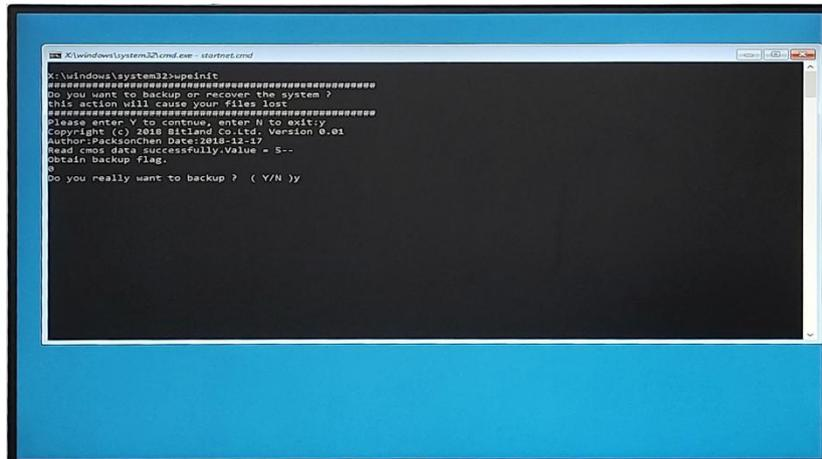
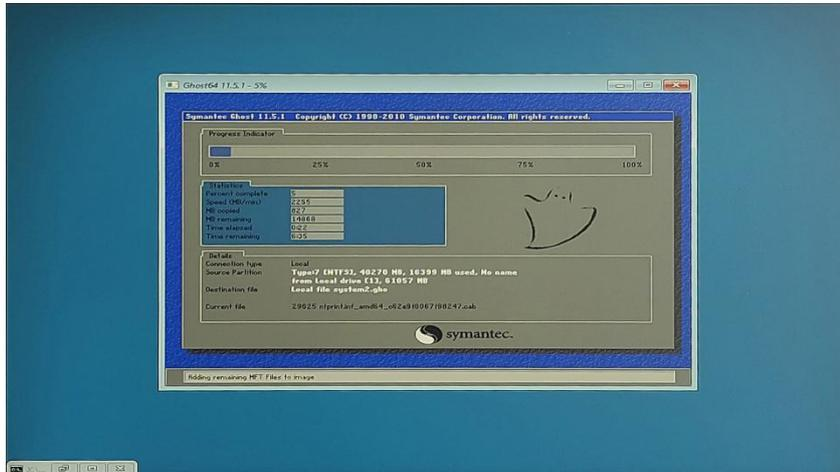

图 1 操作界面
图 3 系统备份界面
(1) 检查工作：① 由于备份及还原操作过程中机器均不能外接存储设备，在操作之前务必先检查确认 USB 接口未连接外部存储设备，如 U 盘等，否则备份还原会出现错误；② 保证硬盘内存容量大小不小于 64G；
(2) 按电源键开机或上电开机后，连续点击键盘上的 F3 键，就能进入备份操作界面（如图 1 所示），连续输入 2 次“y”确认。
(4) 进入到系统备份界面（如图 3 所示）等待备份完成，备份完成后会自动重启，重启后会进入图 1，最后需按 Enter 键确认，等待进入系统即可。